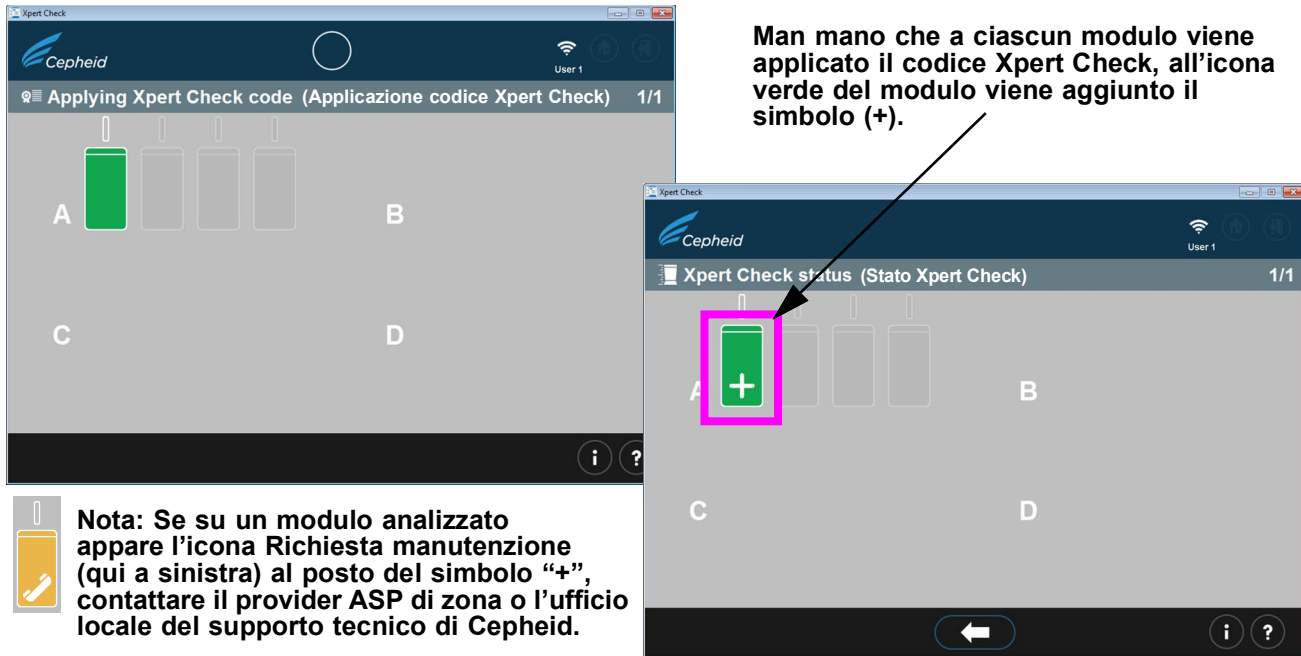

Figura 2-25. Schermata Applicazione codice Xpert Check
22. Dopo aver scaricato i risultati del test Xpert Check, il codice verrà man mano applicato a tutti i moduli che superano il test, i quali verranno identificati con il simbolo +. Vedere la Figura 2-25. Viene qui illustrata la verifica di un modulo.
Nella schermata mostrata in Figura 2-25, su alcuni moduli potrebbe essere visualizzata l'icona di richiesta manutenzione oppure, se i moduli sono stati saltati, appariranno di colore grigio.